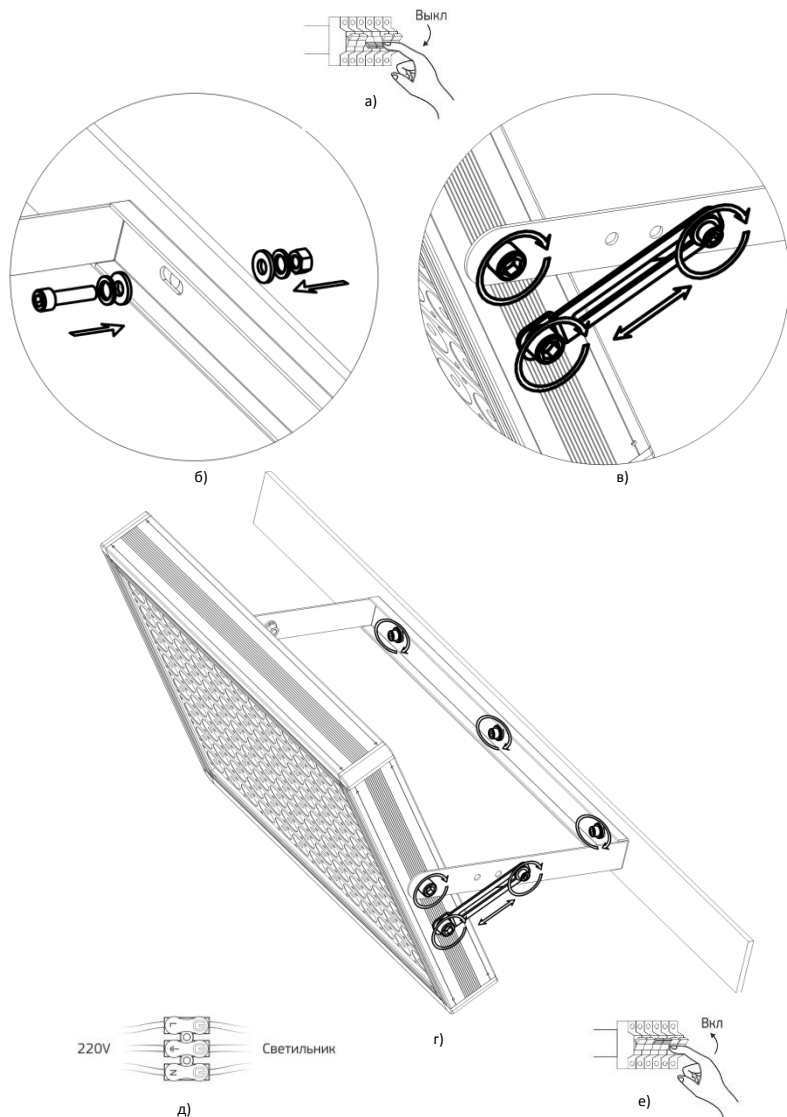

Рисунок 6 – Установка и подключение прожектора серии Solar.
- 4.2. Перед монтажом к существующей силовой группе 220 В, отключите питание на щите, путем отключения автоматического выключателя этой группы (Рисунок 6, а).
- 4.3. Установите прожектор на поверхности при помощи основной скобы. Закрепите скобу к поверхности, используя три отверстия диаметром 10 мм (см. Рисунок 6, б). Используя дополнительную скобу, отверстия на основной скобе и винты осевого крепления (см. Рисунок 6, в), отрегулируйте угол наклона прожектора. Зафиксируйте нужный угол наклона шестью винтами с обеих сторон прожектора. Затяните осевые винты скобы, винты дополнительной скобы, а так же болты крепления прожектора к установочной поверхности (см. Рисунок 6, г).
- 4.4. Подсоедините провода питания к клемме прожектора Geniled (Рисунок 6, д).
- 4.5. Включите питание на щите, путем включения автоматического выключателя этой группы (Рисунок 6, е).